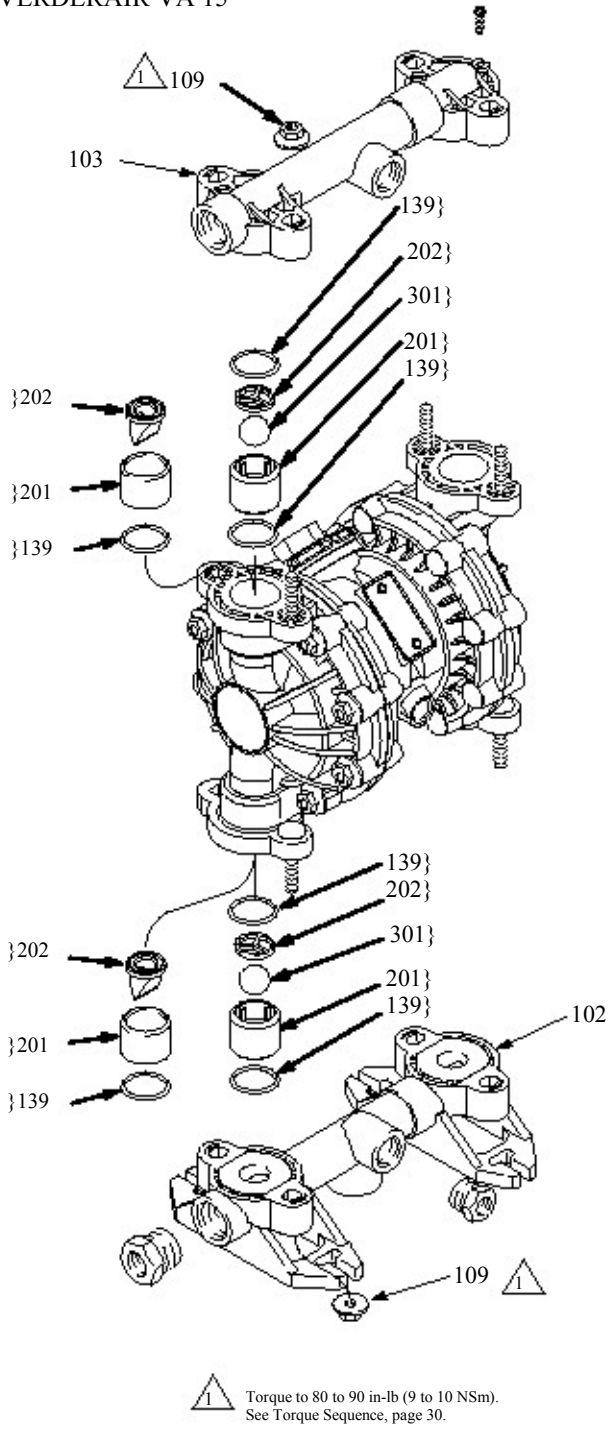
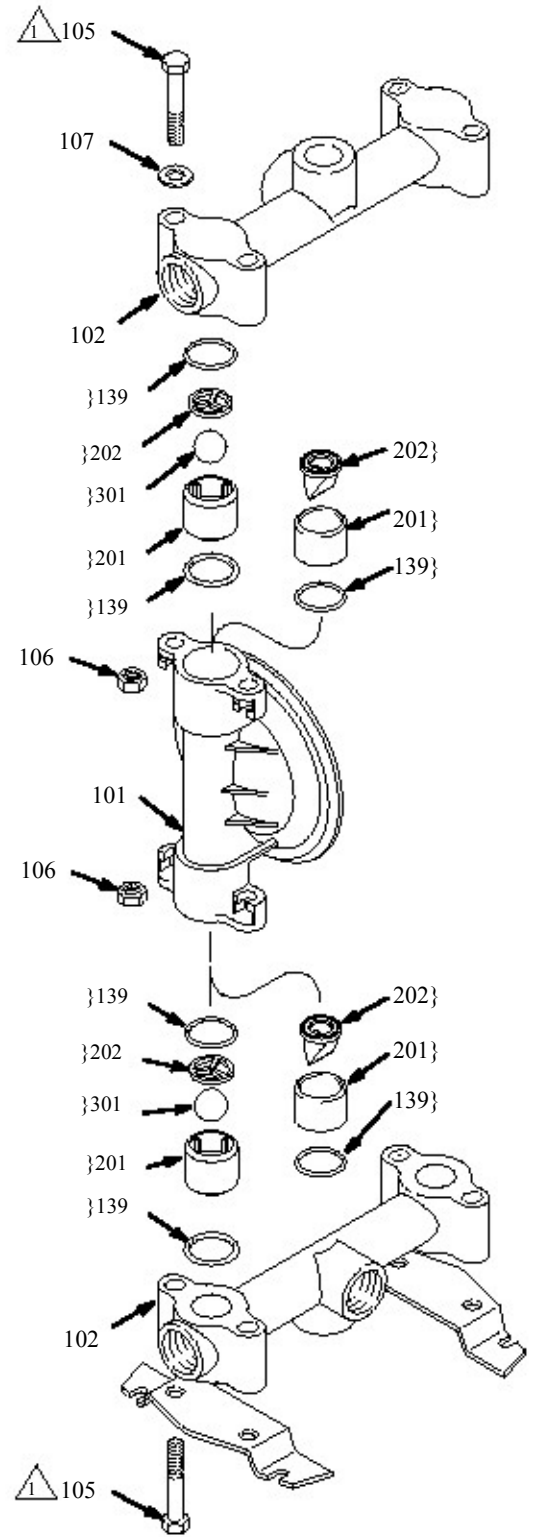

Fig. 7
Fig. 8
3. 移开图7 和图8中所示的所有的部件.
注：确认所有的阀的部件在里面。见15页图7。
9. 检查所有阀的部件。见15页的图7。
10. 重新调整流体盖 (101) 和歧管(102 和 103)，流体盖和歧管(109)的扭力为 80 到 90 in-lb (9 到 10 NSm)。见30页的扭力系数。
注: 确认所有的阀的部件在里面. 见15页图8.
10. 重新调整流体盖 (101) 和歧管(102 和 103), 流体盖和歧管(109)的扭力为 80 到 90 in-lb (9 到 10 NSm). 见30页的扭力系数。
11. 检查所有阀的部件. 见15页的图8.
12. 安装歧管(102) 歧管螺栓 (105) , 扭力系数为80 到 90 in-lb (9 到 10 NSm). 见30页的扭力系数.